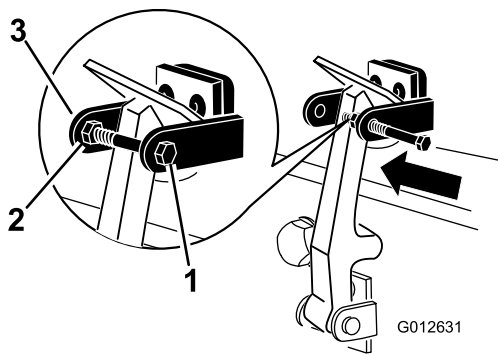

Bild 9
8. Setzen Sie die Schraube in den anderen Arm der Halterung des Motorhaubenriegels, um den Riegel zu arretieren (Bild 9). Ziehen Sie die Schraube (nicht die Mutter) an.